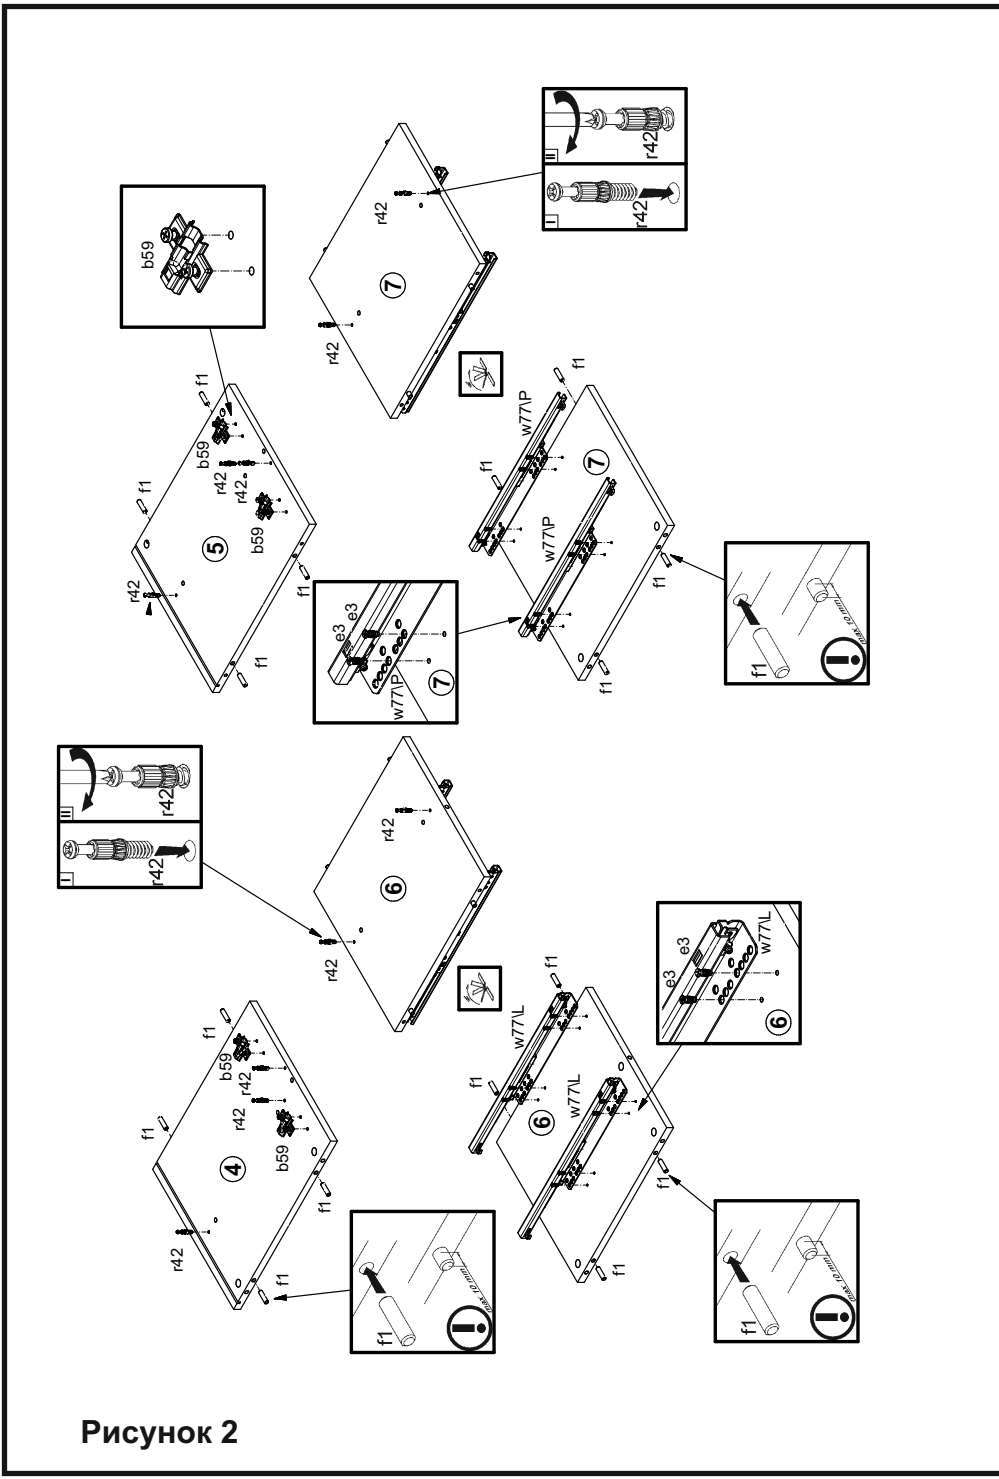
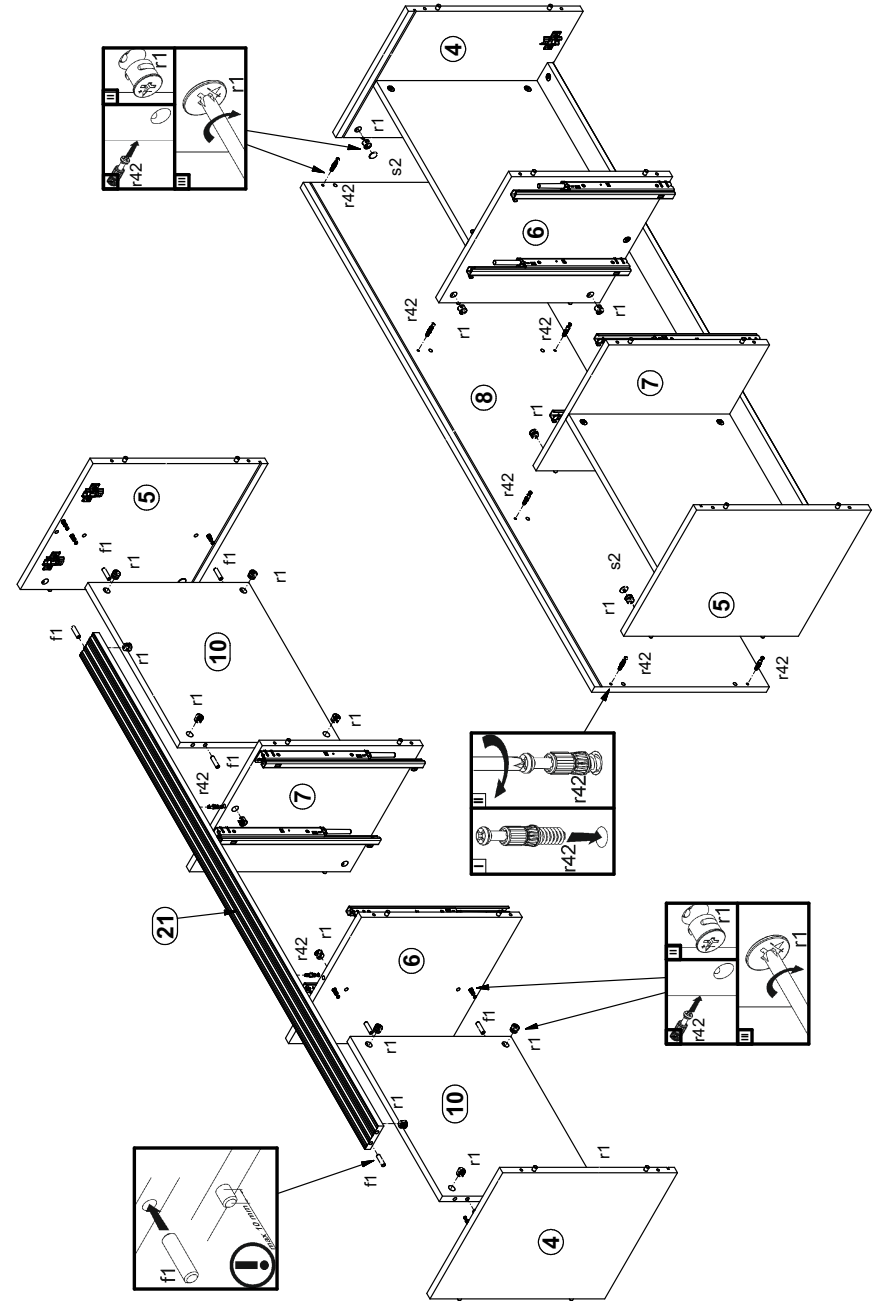

Рисунок 2
Рисунок 3
2. В отверстия $\varnothing 8$ мм на верхних и нижних кромках стенок боковых **4, 5**, стенок средних **6, 7** (см. рис. 2), на боковых кромках полок соединительных **10** (см. рис. 3), на боковых кромках планки декоративной **21** (см. рис. 3) вбить деревянные шканты **f1**.
3. В отверстия $\varnothing 5$ мм на внутренних поверхностях стенок **4, 5** закрепить ответные планки петли **b59** (см.рис. 2).
4. В отверстия $\varnothing 5$ мм на внутренних поверхностях стенок **6, 7** закрепить направляющие **w77P** и **w77L** еврошрупками **e3** (см.рис. 2).
5. В отверстия $\varnothing 5$ мм на внутренних поверхностях стенок **4, 5, 6, 7** (см. рис. 2), на нижней поверхности щита **8** (см. рис. 3) вкрутить винты стяжки **r42**.
6. В отверстия $\varnothing 15$ мм на нижних поверхностях полок **10** (см. рис. 3), на задней поверхности планки **14** (см.рис. 3), на боковых поверхностях стенок **4, 5, 6, 7** вставить стяжки эксцентриковые **r1**.
7. Соединить детали **4, 5, 6, 7, 10, 21** и затянуть стяжки эксцентриковые **r1**, пользуясь отверткой (см. рис. 3).
8. Присоединить щит **8** к стенкам **4, 5, 6, 7** и затянуть стяжки эксцентриковые **r1**, пользуясь отверткой (см. рис. 3). Стяжки эксцентриковые **r1** на стенках **4, 5** закрыть заглушками **s2**.